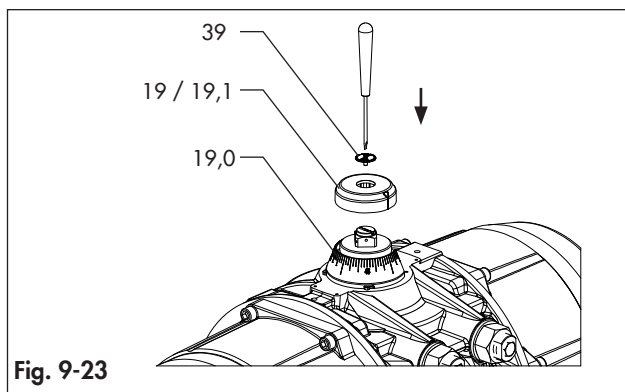

Fig. 9-23
Consulte a Fig. 9-1 e a Fig. 9-23.
- Aperte o parafuso indicador (39), se houver. (Fig. 9-23)